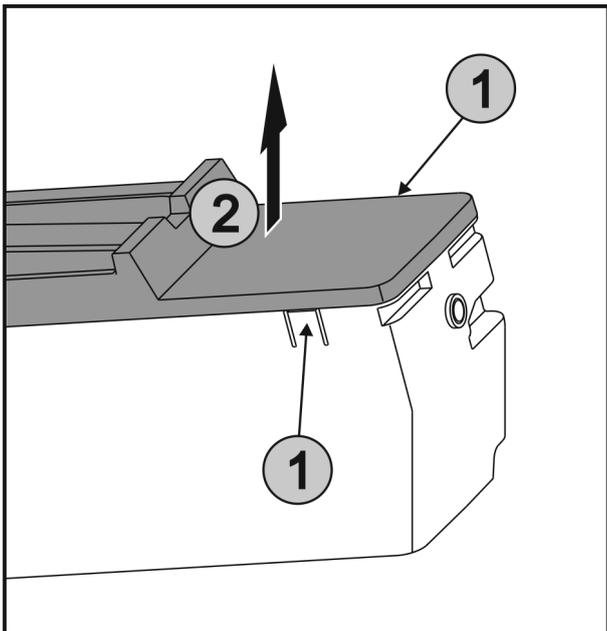

Fig. 60
- ▶ Laschen Fig. 60 (1) an den beiden Seiten von EasyTwist-Ice gleichzeitig drücken und die Abdeckung Fig. 60 (2) nach oben entnehmen.